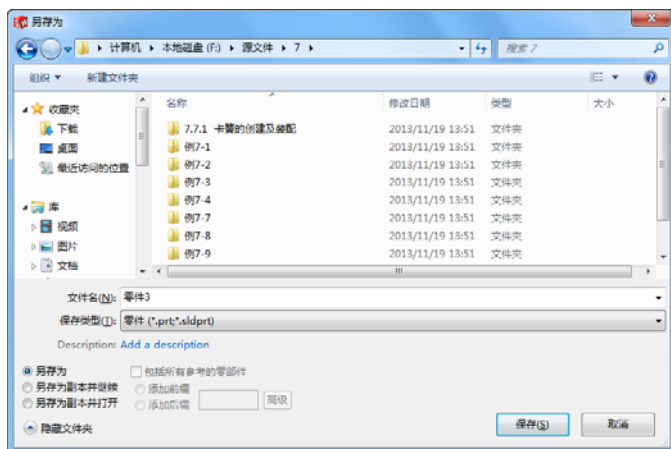

图 1-7 “另存为”对话框
2. 设置保存类型。此时系统弹出如图 1-7 所示的“另存为”对话框。在对话框中的“保存在”一栏用于选择文件存放的文件夹；“文件名”一栏用于输入要保存的文件名称；“保存类型”一栏用于选择所保存文件的类型。通常情况下，在不同的工作模式下，系统会自动设置文件的保存类型。
在图 1-7 所示的“另存为”对话框中，可以保存文件的同时保存一份备份文件。保存备份文件，需要预先设置保存的文件目录。设置备份文件保存目录的步骤如下：